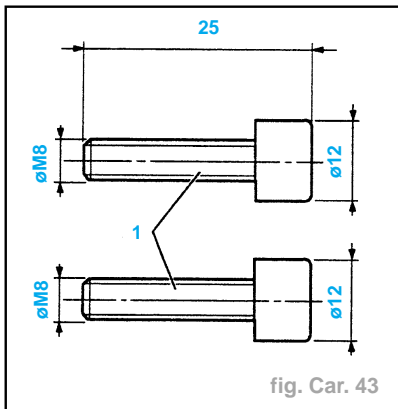

fig. Car. 43
- 1 : 2 vis BTR M8 x 25 tête à vis à meuler à diamètre 12 mm (fig. Car. 43).